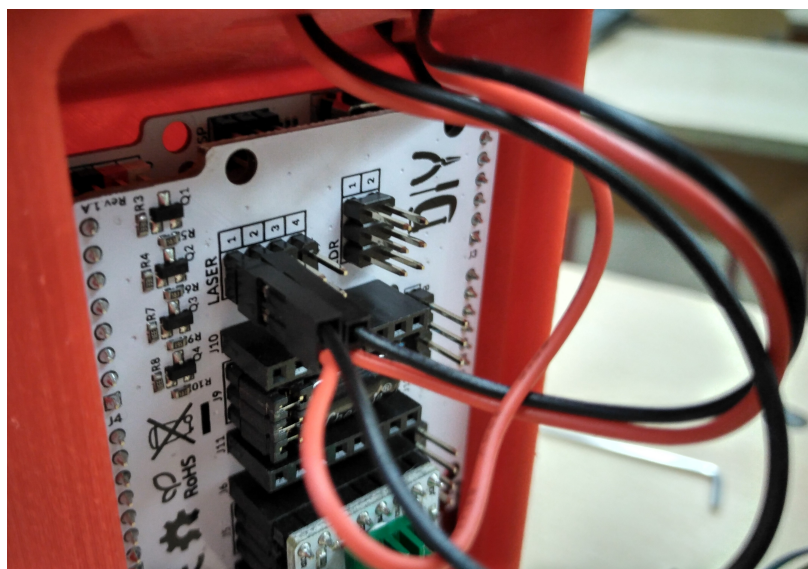

Рис. 20
9. Подключать разъемы лазеров нужно точно по инструкции (однако учесть, что там электронная плата изображена «лежа на боку»!). Используется «коллективный» разъем **Laser**, левый лазер подстыковывается к паре контактов №1, а правый – к паре контактов №2, красный провод – вниз (рис. 20).